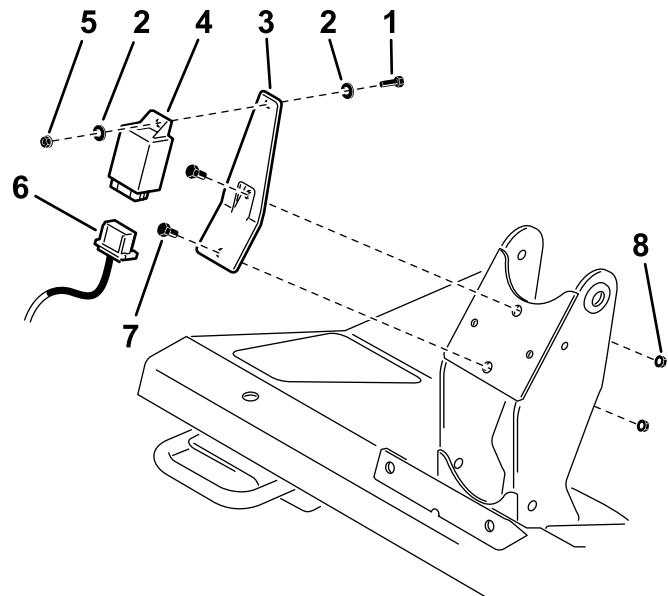

**Figura 1**
1. Staccate il copriantone dal piantone dello sterzo (Figura 1).